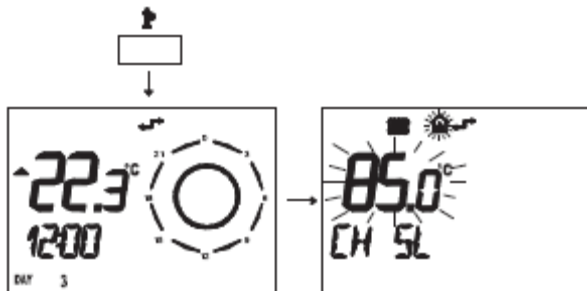

рис. 5.39
Нажмите кнопку , чтобы выйти из режима INFO (рис. 5.39).
- Жмите дольше, чем 3 секунды кнопку , чтобы войти в режим INFO (рис. 5.39).